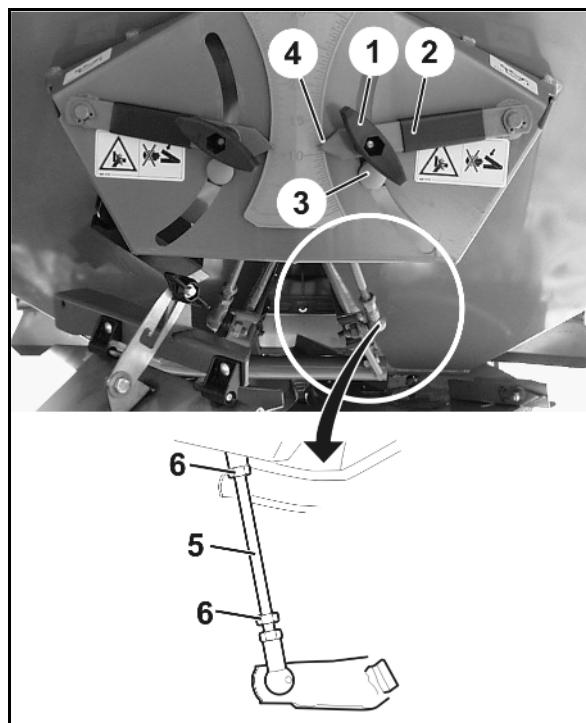

図 105
- 設定ゲージ(オプション図105/1)が容易にはまらなければなりません
2. ゲージ(図105/1)を入れます。